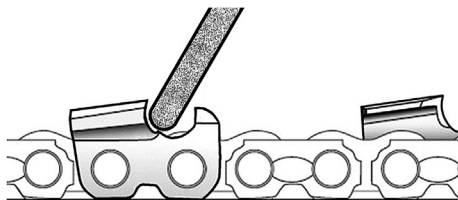

Рис. 15 Положение заточного диска относительно режущего зуба
1. Не включая электродвигатель, возьмитесь за рукоятку управления. Затем плавно опустите заточной диск в суппорт и переместите цепь так, чтобы заточной диск попал в выемку зуба и уперся в нее (Рис. 15, 17 п.1).